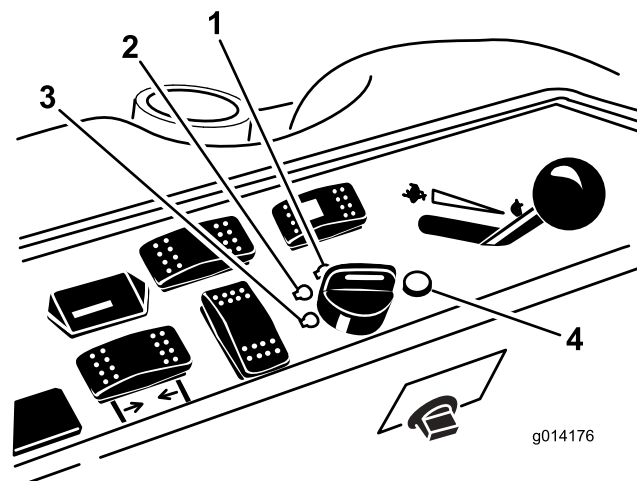

**Figura 19**
- Mueva el interruptor de la toma de fuerza (TDF) a la posición de DESENGRANADO (Figura 19).
- Ponga la palanca del acelerador en un punto intermedio entre las posiciones de RÁPIDO y LENTO (Figura 19).